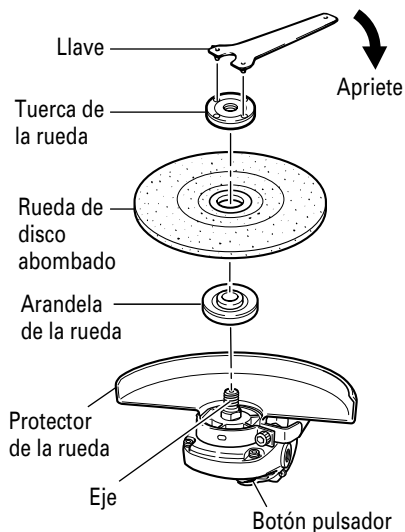

Fig. 5
Cerciórese de que el botón pulsador esté desenganchado presionándolo dos o tres veces antes de conectar la alimentación de la amoladora. (Fig. 5)
- (1) Dé la vuelta a la amoladora de forma que el eje quede encarado hacia arriba.
- (2) Alinee la muesca ovalada de la arandela de la rueda con la musca del eje, y después fíjelas.
- (3) Fije la parte saliente de la rueda de disco abombado en la arandela de la rueda.
- (4) Atornille la rueda en el eje.
- (5) Presionando el botón pulsador con una mano, bloquee el eje girando lentamente la rueda de disco abombado con la otra mano. Apriete la tuerca de la rueda utilizando la llave suministrada como se muestra en la Fig. 5.